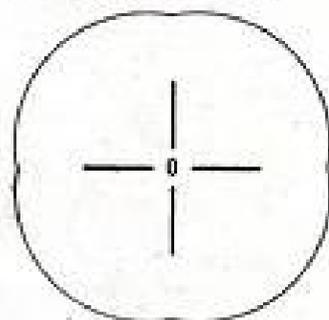

FIG. 8
I. — L'omnidirectivité est très bonne; on reçoit et on émet en tous sens. Néanmoins, comme le montre la figure 8, il est possible de déceler quatre lobes de directions très légèrement favorisées... encore que ce diagramme varie sensiblement avec la fréquence.